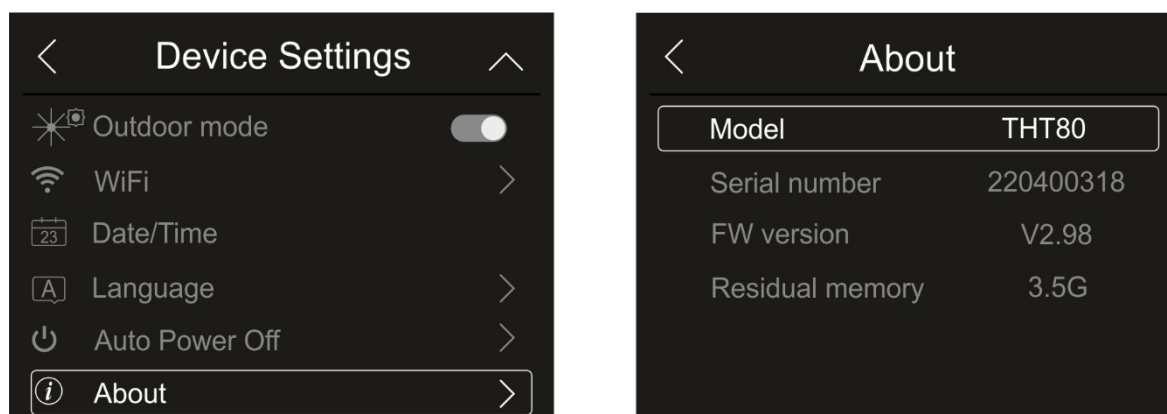

Fig. 22: Informação sobre o instrumento
1. Clique em “About” para saber as informações do instrumento relacionadas a: modelo, número de série, versão interna do Firmware e memória restante disponível. A ecrã da Fig. 22 - lado direito é exibido: